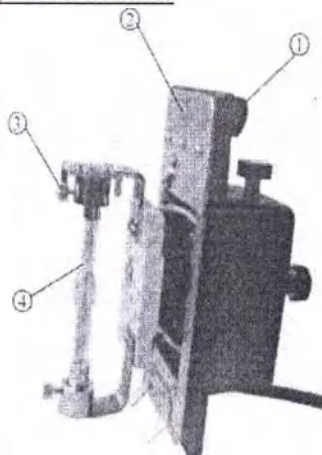

Рисунок 22. Установка ртутной лампы
- ослабьте рукоятку крепления крышки блока ртутной лампы 1 (рис. 22) и снимите крышку;
- отвинтите фиксирующие винты с двух сторон патрона лампы 3 (рис. 22), выньте использованную ртутную лампу;
- завинтите фиксирующие винты 3 (рис. 22) на патроне лампы;
- установить на место крышку блока ртутной лампы 2 (рис. 22), завинтите рукоятку крепления крышки 1 (рис. 22);